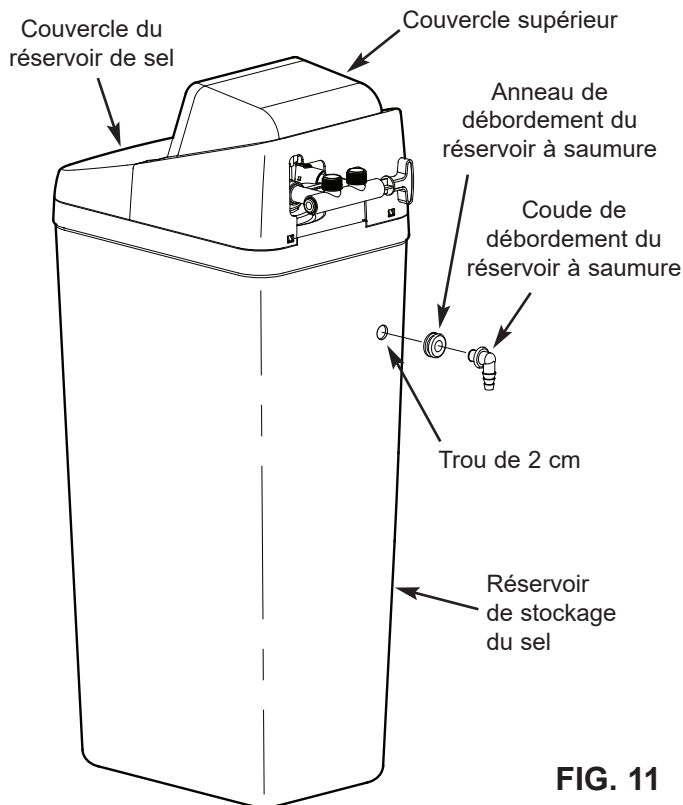

FIG. 11
1. Les modèles EcoPure sont assemblés à l'usine. Lors de l'installation, dégagez et enlevez le couvercle supérieur, ensemble avec le couvercle du réservoir de sel (consultez la figure 11), pour exposer la soupape de l'adoucisseur. Placez-la de côté pour éviter de l'endommager.
2. Installez l'anneau et le coude du réservoir à saumure dans l'orifice de 2 cm de diamètre à l'arrière de la paroi du réservoir du stockage (consultez la figure 11).